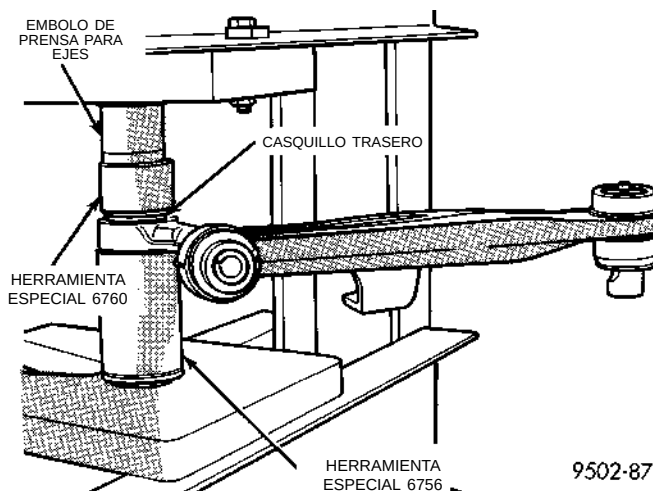

Fig. 79 Instalación del casquillo trasero
(2) Coloque el brazo de suspensión inferior en una prensa para ejes apoyada en el orificio del casquillo trasero, utilizando la Cubeta receptora, Herramienta especial 6556 (Fig. 79). Coloque en posición correcta el Extractor/instalador, Herramienta especial 6760,
sobre el casquillo del brazo de suspensión trasero (Fig. 79).